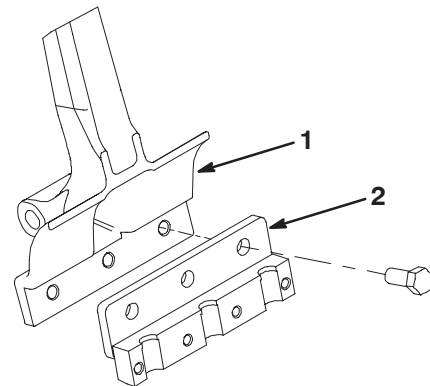

Figure 23
2. Montez un porte-louchets sur chaque bras d'aération (3) avec des vis 1/2 x 1-1/4 pouce (Fig. 23). Serrez les vis à 101 Nm (les vis sont fournies avec les kits porte-louchets).